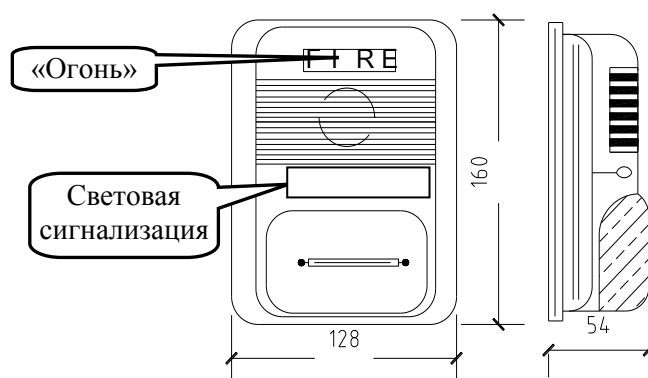

Рисунок 15-10. Конструкция и монтажные размеры извещателя светозвуковой сигнализации
- ✓ Внешняя структура и монтажные размеры (см. рисунок 15-10)